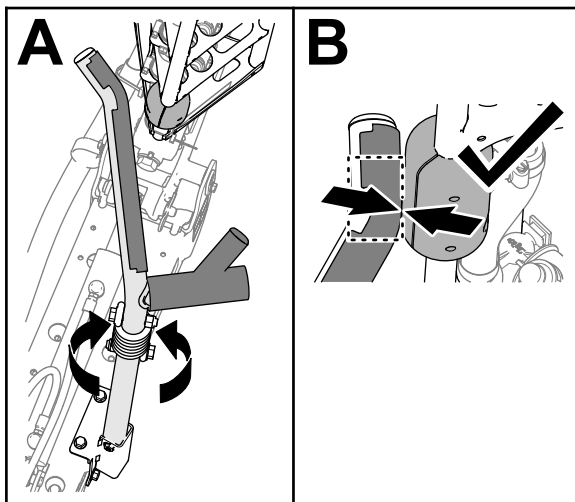

図 117
- クレードルアセンブリを回転させてクレードルチューブをブームの上部チューブにあるスライドブロックに合わせる 図 117。
注 ブロックが上側クレードルチューブの曲がり部分に当たっていれば調整は適切です 図 117。